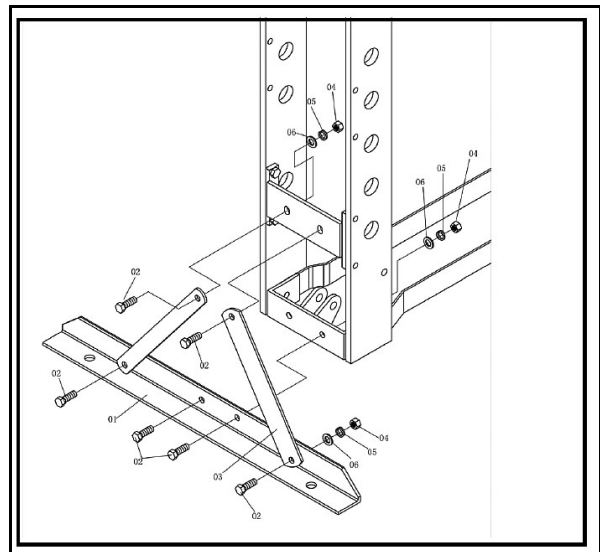

Abb. 8: Querfuß montieren
Schritt 1: Auf beiden Seiten des Gestells den Querfuß und die zwei Querstreben mit den Schrauben, Scheiben, Federringe und Muttern am Gestell anschrauben (siehe Abb. 8).